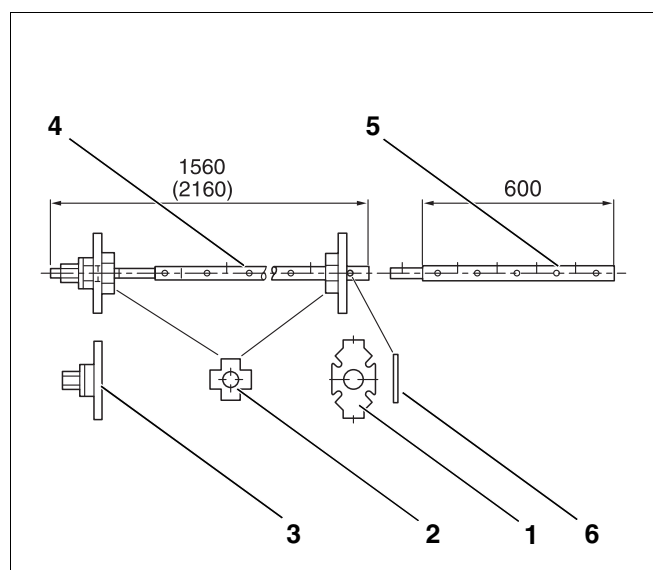
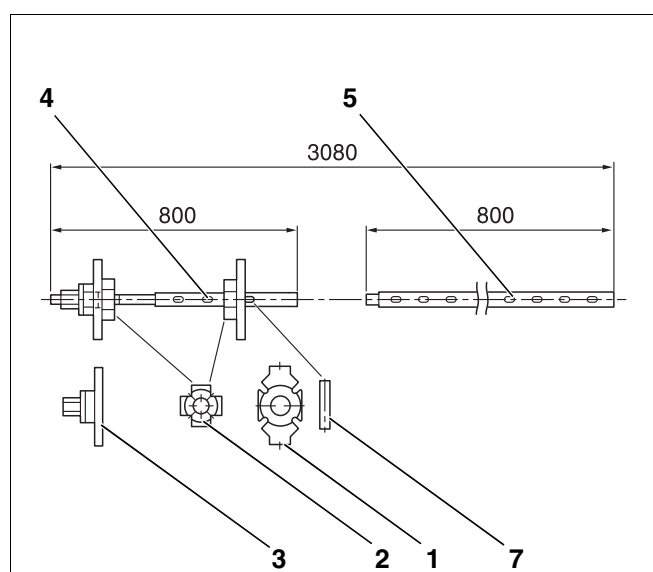
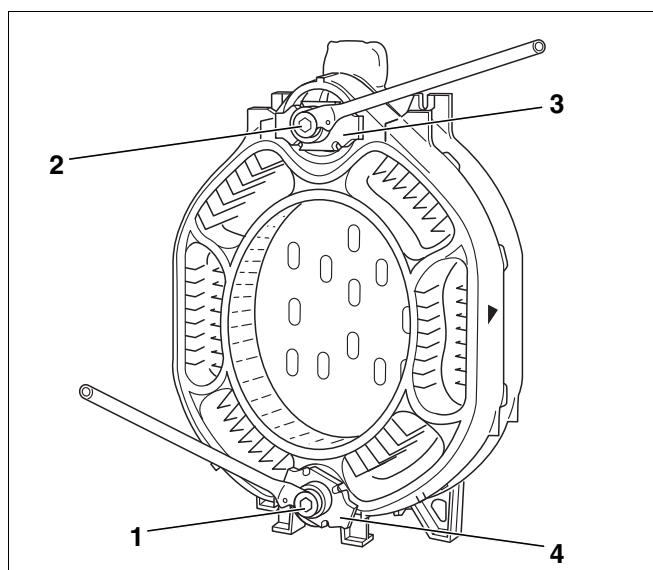

Fig. 1 Strettoi di montaggio dimensioni 2.2
Fig. 2 Strettoi di montaggio dimensioni 2.3
Fig. 14 Utilizzo degli strettoidi di montaggio
- Strettoi di montaggio 2.2 (fig. 1) o 2.3 (fig. 2)
Legenda per (fig. 1) e (fig. 2):
A seguire è necessario mettere in trazione il blocco parziale di caldaia con gli strettoidi di montaggio (fig. 14).
Possono essere utilizzati esclusivamente strettoidi di montaggio 2.2 o 2.3 (fig. 1 o fig. 2 e fig. 14, [1] e [2]).
- ▶ Avvitare le unità prementi (fig. 14, [3] e [4]) sui tiranti (fig. 1 o fig. 2, [4]).